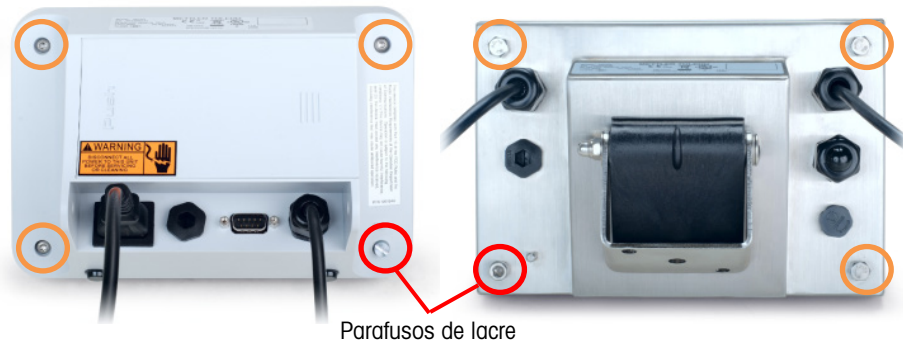

Figura 2-2: Abertura dos Gabinetes – IND231 (esquerda) e IND236 (direita)
2. Para o IND236, use uma chave de caixa de 10 mm para soltar três dos parafusos. Use uma chave de fenda para parafuso Allen de 5 mm para soltar o parafuso de lacre, como indicado na Figura 2-2. Observe que os parafusos são prisioneiros e permanecem conectados à tampa posterior do IND236.